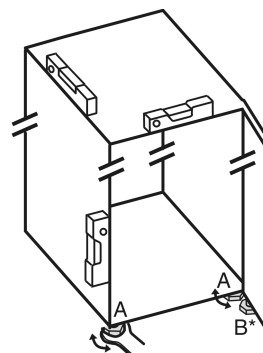

Fig. 24
- ▶ Stellfüße Fig. 24 (A) mit beiliegendem Gabelschlüssel und mit Hilfe einer Wasserwaage herausdrehen, bis das Gerät fest und ebenstehend ausgerichtet ist.
► Stellfuß Fig. 24 (B) am Lagerbock mit beiliegendem Gabelschlüssel herausdrehen, bis er auf dem Boden aufliegt.
► Stellfuß Fig. 24 (B) um 90° weiter drehen.